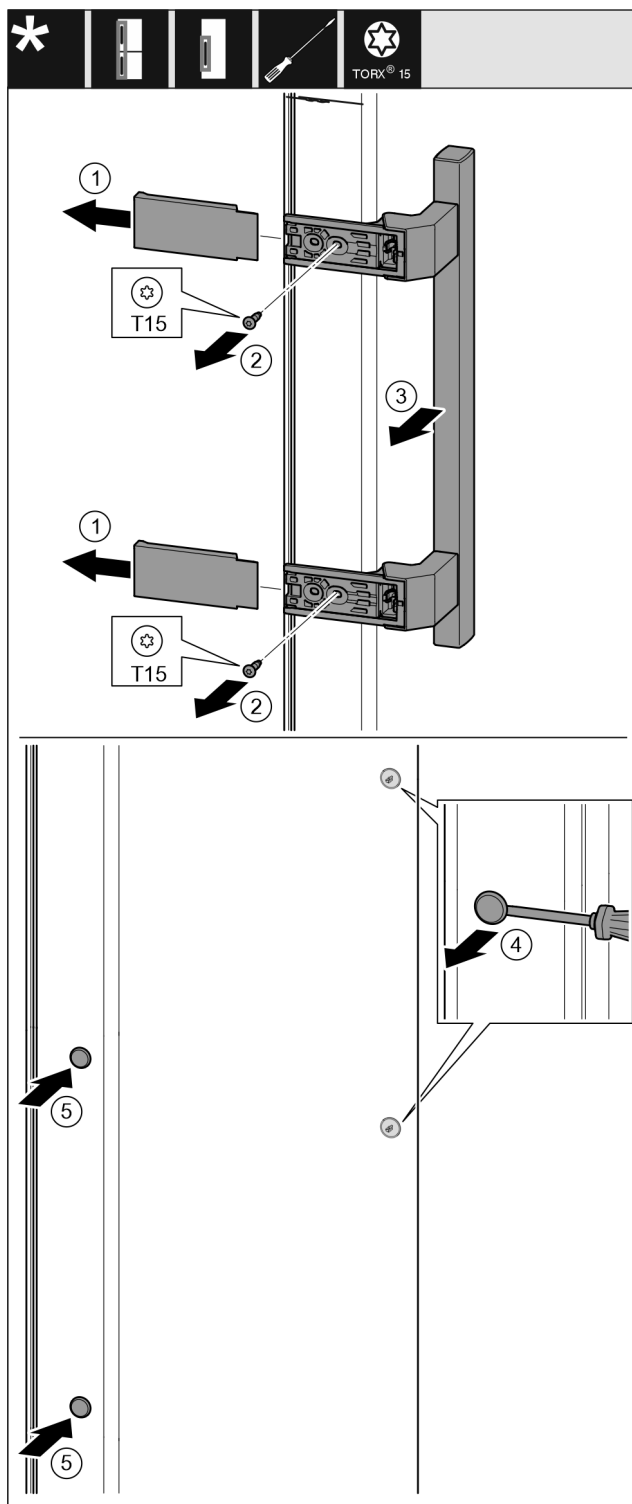

Fig. 17
- ▶ Desprindeți apărătoarea. Fig. 17 (1)
- ▶ Extrageți prin rotire șuruburile cu șurubelnița T15. Fig. 17 (2)
- ▶ Detașați mânerul. Fig. 17 (3)
- ▶ Ridicați cu precauție dopul lateral cu o șurubelniță plată și extrageți-l. Fig. 17 (4)
- ▶ Introduceți dopul pe partea opusă. Fig. 17 (5)